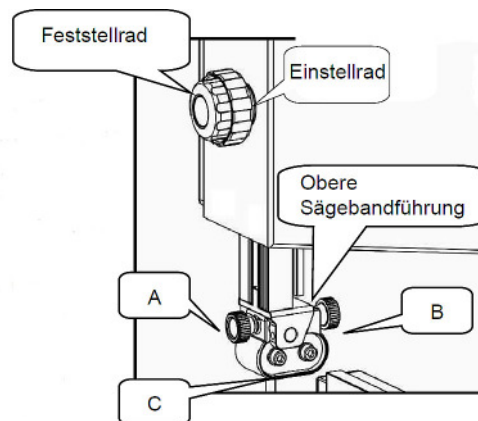
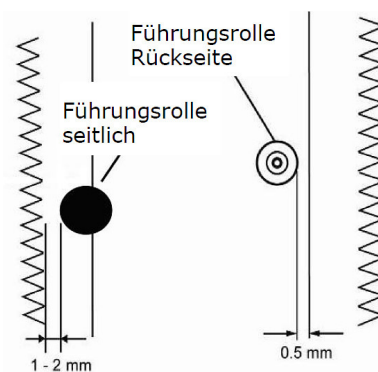

Abb. 36: Position der oberen Bandführung einstellen
Abb. 37: Einstelle der Führungslager
Schritt 1: Lösen Sie das Feststellrad der Sägebandführung und stellen Sie mit Hilfe des Einstellrades die Höhe ein. Danach das Feststellrad wieder festziehen (Abb.36).
Schritt 2: Lösen Sie die Schraube (A, Abb.36) und stellen Sie die Position des Führungslagers so ein, dass das Führungslager 1 oder 2 mm (Abb.37) von den Zähnen des Sägeblattes entfernt ist. Ziehen Sie danach die Schraube (A, Abb.36) wieder fest.
Schritt 3: Lösen Sie die Schraube (B, Abb.36) und stellen Sie die Rückseite der Führungsrolle auf 0,5 mm (Abb.37) hinter der Klingentrückseite ein. Ziehen Sie den Knopf (B, Abb.36) wieder fest.
Schritt 4: Lösen Sie die Schraube (C, Abb.36) und stellen Sie das Führungslager auf eine Position ein, die 0,5 mm vom Messer entfernt ist. Ziehen Sie die Schraube (C, Abb.36) wieder fest.